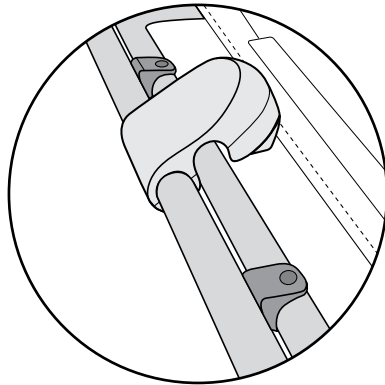

Figura 5
4. Alinee el cuadro delantero con el cuadro intermedio de forma que el tubo del cuadro delantero se sitúe en los collarines de plástico negro (Figura 5).